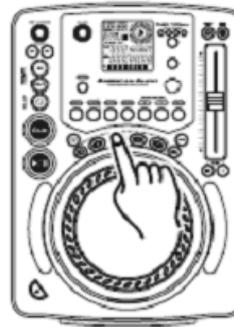

Figura 17
Il LED Rosso Memory Cue si illumina indicando che la funzione di registrazione in memoria è stata attivata. È ora possibile premere uno qualsiasi dei quattro pulsanti BANK (13) per memorizzare il "cue point" (Figura 17). Dopo aver premuto uno dei pulsanti Bank (13), il LED corrispondente lampeggerà brevemente.